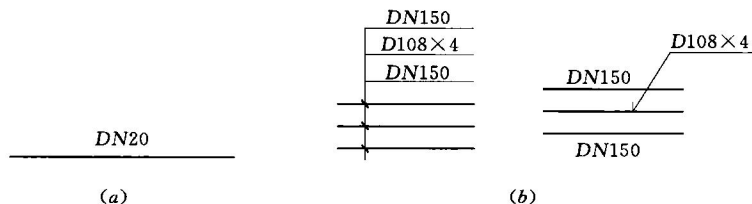

图 1.2 管径的标注方法
管径的标注方法应符合图 1.2 规定:
- 1) 单根管道时,管径应按图 1.2 (a) 所示的方式标注。
- 2) 多根管道时,管径应按图 1.2 (b) 所示的方式标注。